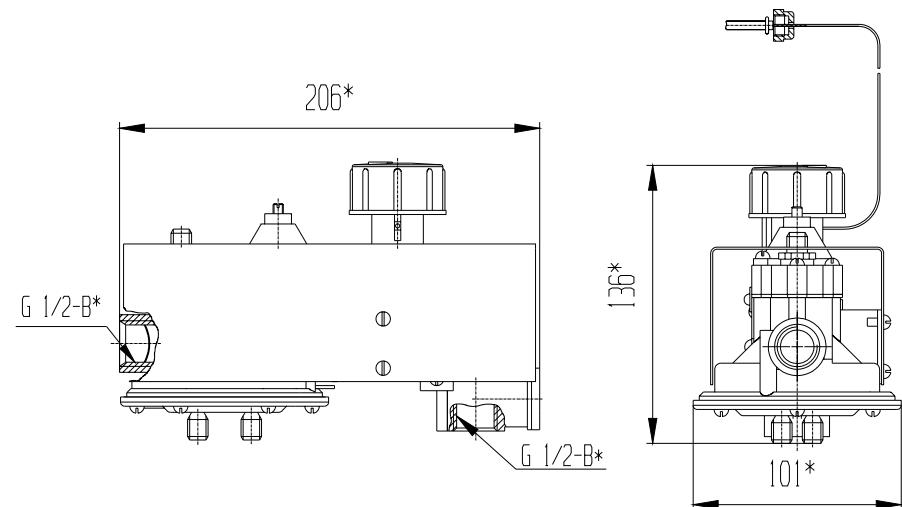

Рис.1 Габаритные и присоединительные размеры
5.2 Габаритные и присоединительные размеры приведены на рис. 1.